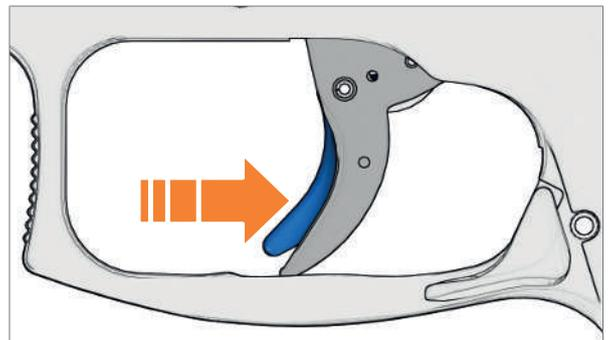

Abb. 22: Abzugssicherung nach hinten drücken
2. Abzugssicherung und Abzug nach hinten drücken (Abb. 22).